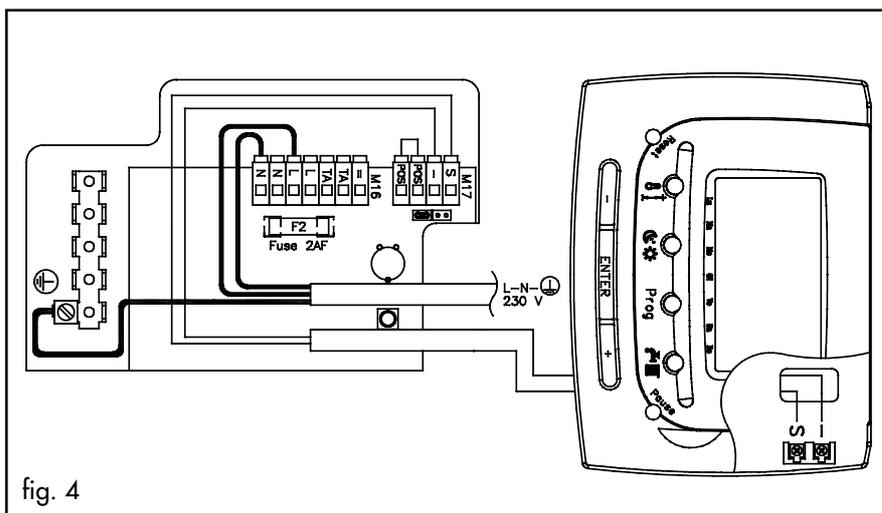

fig. 4
- Collegare ai connettori S e - dello zoccolo i due fili del cavo caldaia (fig. 4)